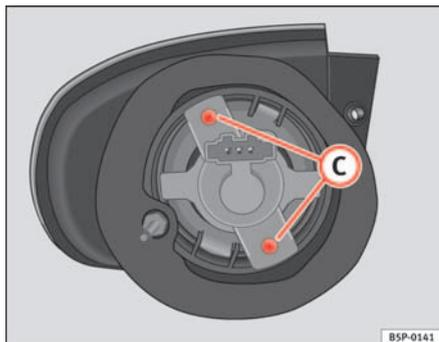

Fig. 183 Feu clignotant
- Dévissez les vis ⇒ page 262, fig. 183 (C) des porte-lampes et tirez dessus.
- Dévissez les vis ⇒ fig. 183 C des porte-lampes et tirez dessus.